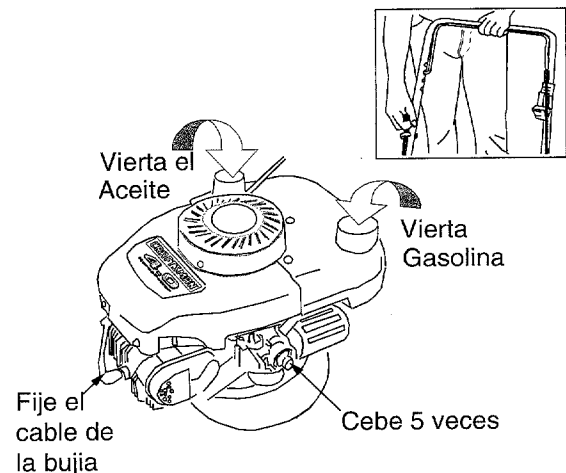

Figura 9
- Empujar el cebador cinco veces. Esperar dos segundos aproximadamente entre cada empuje. No cebar para rearrancar un motor caliente después de un apagado breve. Vea la Figura 9.
- Sujete el mango del arrancador y tire lentamente de la sog a hasta que el motor llegue al comienzo del ciclo de compresi3n (la sog a ofrecer3 un poco de m3s resistencia en este punto). Vea la Figura 9. Permita que la sog a se enrolle lentamente.